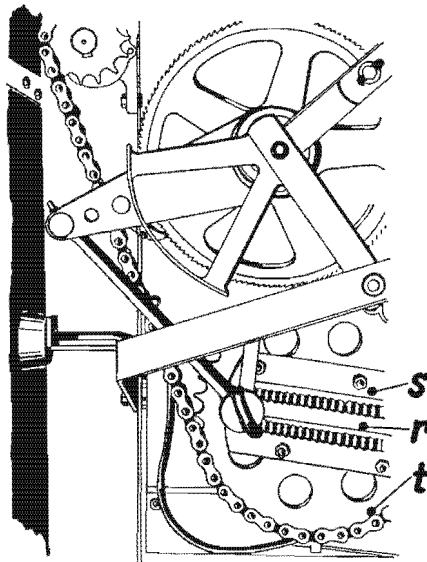

Bild 12
- a) Durch das Verstellen des Gleitsteines „r“ in der Führung „s“ am Kettenrad „t“ (alles Bild 12) nach der Skala 1 bis 9 auf der Führung, wird die Vorschubgeschwindigkeit des Transportbandes geändert.